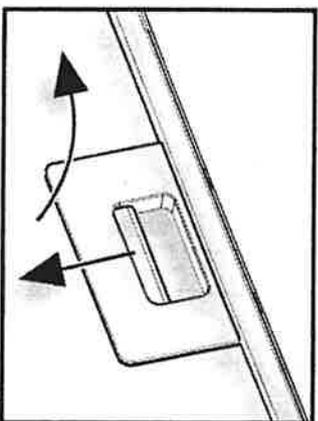

Fig.5
7.8 Pour la dépose du filtre d'aluminium (fig. 5) Il faut appuyer sur le loquet à ressort et, ayant tiré pour lui-même et en bas, déposer le filtre du panneau. L'installation du filtre accomplir dans l'ordre inverse. N'établissez pas le filtre après le lavage avant son dessèchement complet.